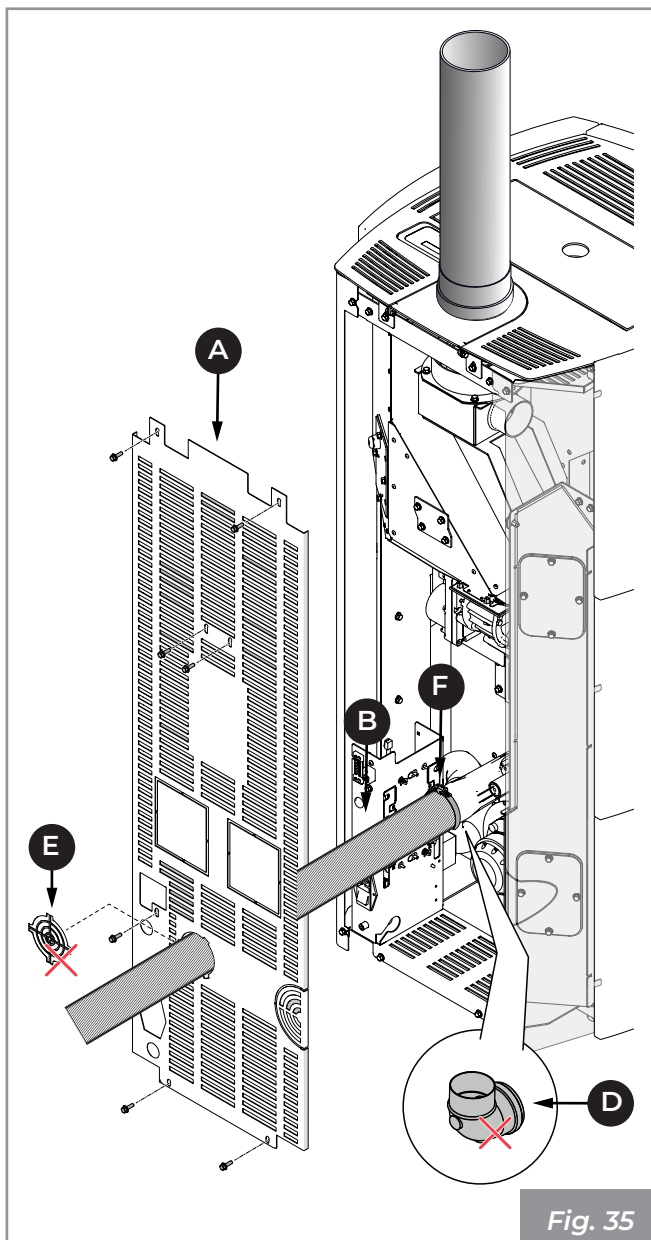

Fig. 35
- Retirer le coude (D)
- Retirer la tôle pré-coupée (E) au dos (A) et faire passer le tuyau flexible (B) pour le raccorder à une prise d'air externe (Fig. 35).
- Serrer le tube (B) avec le collier métallique (F) précédemment desserré
- Remonter le panneau arrière (A)